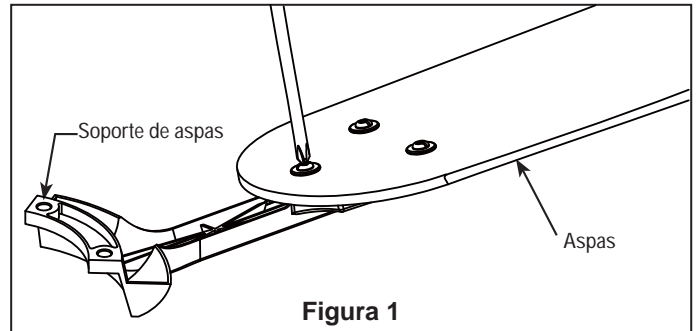

Figura 1
1. Extraiga una de los tornillos de hombro en el soporte del gancho. Afloje el segundo tornillo de hombro sin extraiga completamente. Instale la cubierta rotando la ranura clave en la cubierta sobre el tornillo de hombro del soporte del gancho. Fije el tornillo de hombro. Instale adecuadamente y fije el segundo tornillo de hombro que fue anteriormente guardado. (Figura 1)
1. Coloque el asa sobre el soporte de aspas con los pilotes roscados a la vista. Asegúrese de que la parte inferior del asa se encuentre bien apoyada sobre el soporte. Con un destornillador Phillips, fije los tornillos con cabeza de arandela de 3/16"-24 para asegurar la placa en el brazo de sujeción de las palas. (Figura 1)